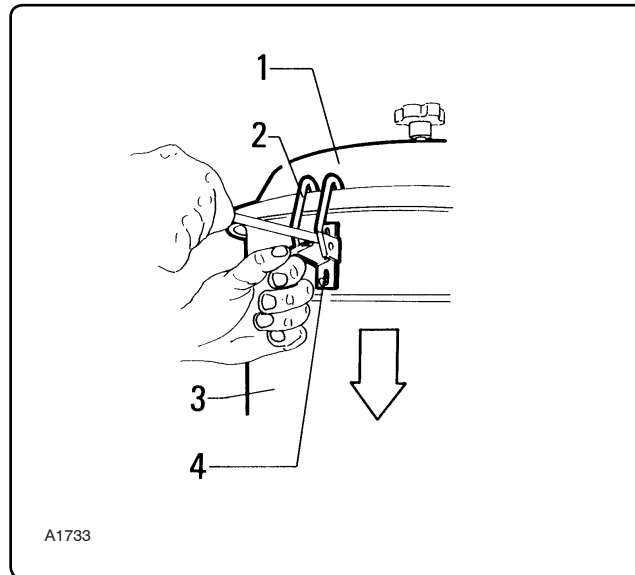

Fig.7.5.7
7.5.5 - Verifica tenuta camera filtrante (fig. 7.5.7)
7.5.5 - Checking the tightness of the filtering chamber (fig. 7.5.7)
7.5.5 - Vérification de la chambre filtrante (fig. 7.5.7)
7.5.5 - Control cámara filtrante (fig. 7.5.7)